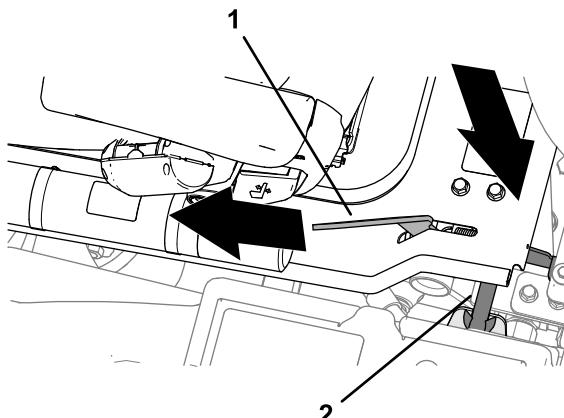

Figure 43
2. Lorsque la plate-forme approche de la position complètement baissée, déplacez la poignée de verrouillage (Figure 43) vers l'avant de la machine.